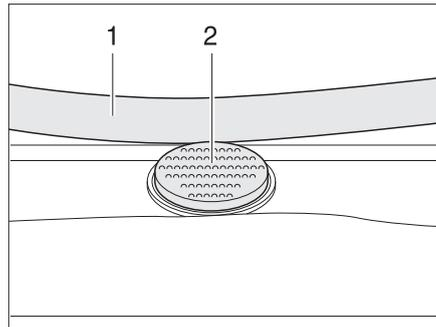

Bild 85 Sicherungsknopf an der Heki-Dachhaube
*Öffnen:* ■ Den Sicherungsknopf (Bild 85,2) drücken und den Bügel (Bild 85,1) mit beiden Händen nach unten ziehen.
■ Den Bügel mit beiden Händen nach oben drücken, bis der Bügel oberhalb des Sicherungsknopfes (Bild 85,2) liegt.
- Den Sicherungsknopf (Bild 85,2) drücken und den Bügel (Bild 85,1) mit beiden Händen nach unten ziehen.